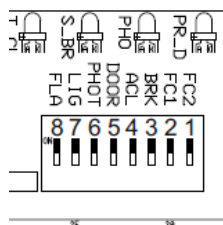

Bild 5.
2. Ein DIP Schalter, der auf der FB-2R karte angebracht ist (bild 5)